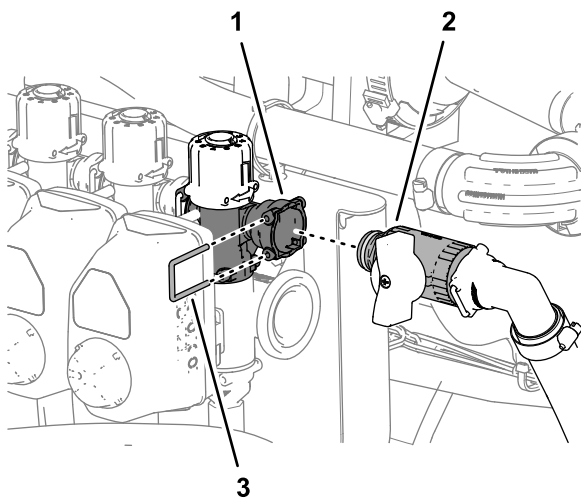

Рисунок 113
1. Установите быстроразъемный штуцер отсечного перепускного клапана с быстроразъемным штуцером (гнездом) перепускного клапана (Рисунок 113).
2. Закрепите быстроразъемные штуцеры перепускного отсечного клапана и перепускного клапана с помощью держателя (Рисунок 113), снятого при выполнении пункта 3 в разделе [Изменение положения перепускных клапанов – машины без дополнительного комплекта ручного распылителя или дополнительного комплекта электрического шлангового барабана \(страница 37\)](#).